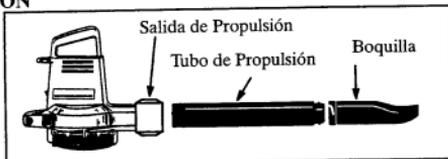

Figura 1
**NOTA:** Asegúrese de que la boquilla esté alineada (apuntando hacia arriba) como consta en la Figura 1.
- Retire el tubo y la boquilla de propulsión. Figura 1.